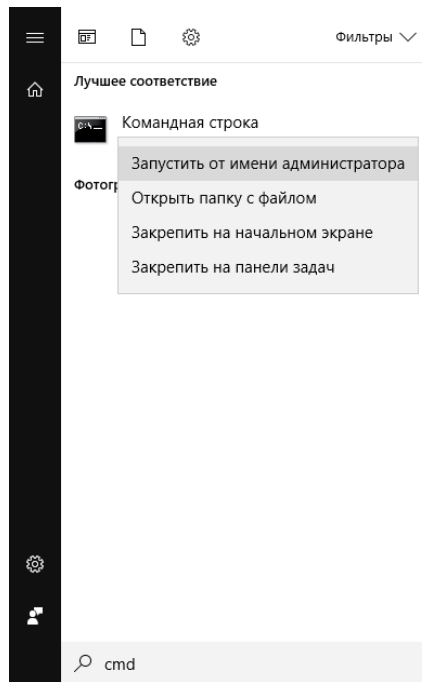

Рисунок 6.1.8 Запуск командной строки от имени администратора
- Щелкнуть правой кнопкой мыши по иконке «Командная строка» и выбрать «Запустить от имени администратора», рисунок 6.1.8.